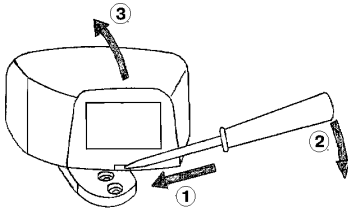

Рис.2
1. Чтобы снять крышку корпуса, вставьте небольшую отвертку в щель фиксатора в нижней части корпуса и отожмите его (рис.2).